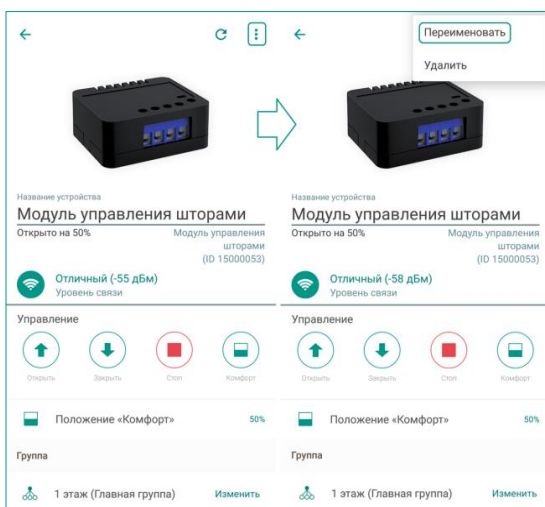

Рисунок 11.3 – Вызов меню на экране настройки модуля
- 3) В меню выберите пункт *Переименовать* (см. рисунок 11.3).